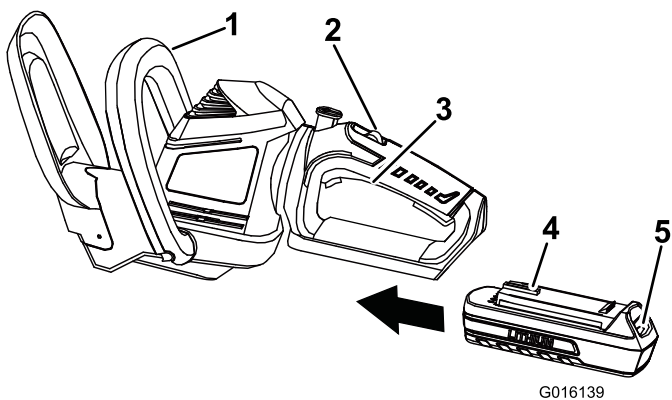

Figure 3
- Saisissez la poignée d'actionnement (Figure 3).
- Placez une main sur la poignée d'actionnement. Placez l'autre main sur la poignée auxiliaire (Figure 3).
- Poussez le commutateur de verrouillage en arrière, vers vous, et serrez la poignée d'actionnement pour mettre le taille-haie en marche (Figure 3). Le taille-haie fonctionne tant que vous serrez la poignée d'actionnement. Vous pouvez relâcher le commutateur de verrouillage lorsque le taille-haie a démarré (Figure 3).
- Relâchez la poignée d'actionnement (Figure 3).